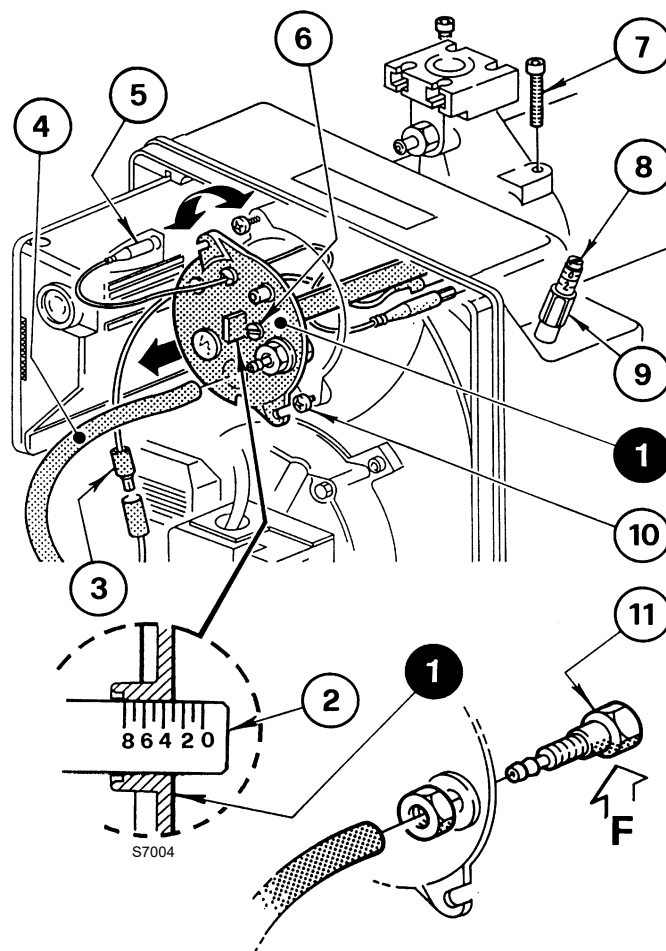

Fig. 13
Si esegue ruotando in senso orario o antiorario la vite di regolazione 6)(Fig. 13) fino a che la tacca incisa sulla staffa di regolazione 2) coincide con il piano esterno del gruppo testa 1).
Nella Fig. 13, la staffa di regolazione della testa è tarata alla tacca 3.
Per l'estrazione del gruppo testa (Fig. 13) è necessario:
Rimontare con procedura inversa a quanto sopra descritto, riposizionando il gruppo testa 1)(Fig. 13) come in origine.
Avvitare le viti 7)(Fig. 13), senza bloccarle fino a battuta. Bloccarle con una coppia di serraggio di 3 - 4 Nm.
Qualora accidentalmente si allentasse la presa di pressione 11)(Fig. 13) si raccomanda il corretto fissaggio assicurandosi che il foro (F) (Fig. 13) posto nella parte interna del gruppo testa 1)(Fig. 13) sia rivolto verso il basso.